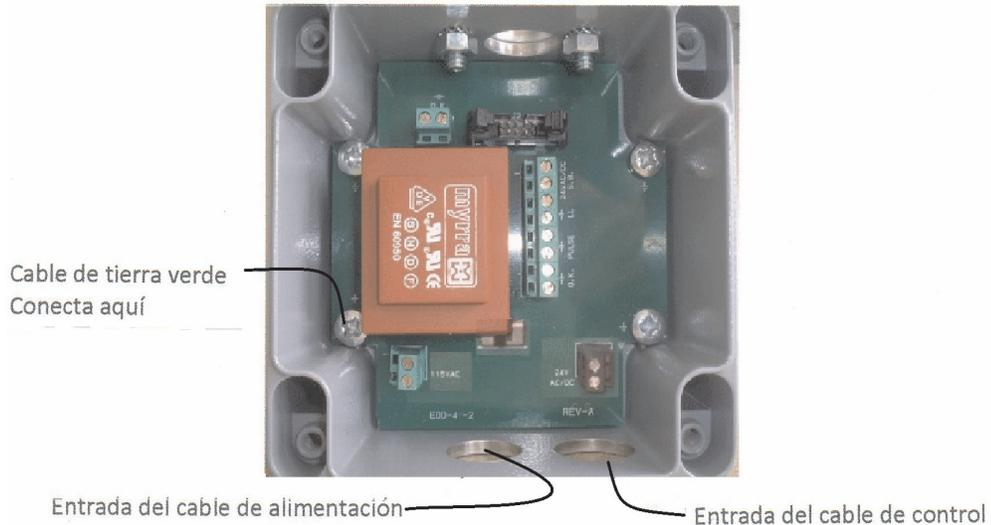

Figura 4: Caja de conexión – Tendido de cables
| Figura 4: Caja de conexión – Tendido de cables | 9 |
2. Pasar cuidadosamente el cable de alimentación a través de una descarga de tracción del cable en el lado izquierdo de la caja de conexiones. Ver Figura 4.
3. Conecte el alambre verde a un tornillo o perno del chasis, preferiblemente usando una terminal de anillo. Véase la Figura 4.
4. Pase el cable de control a través del anclaje derecho (Figura 4).